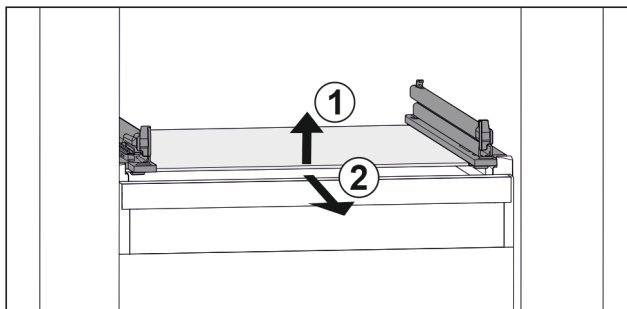

Fig. 59 Simbolična slika steklene plošče
- ▶ Steklino ploščo dvignite v smeri naprej. Fig. 59 (1)
- ▶ Steklino ploščo odstranite v smeri naprej. Fig. 59 (2)